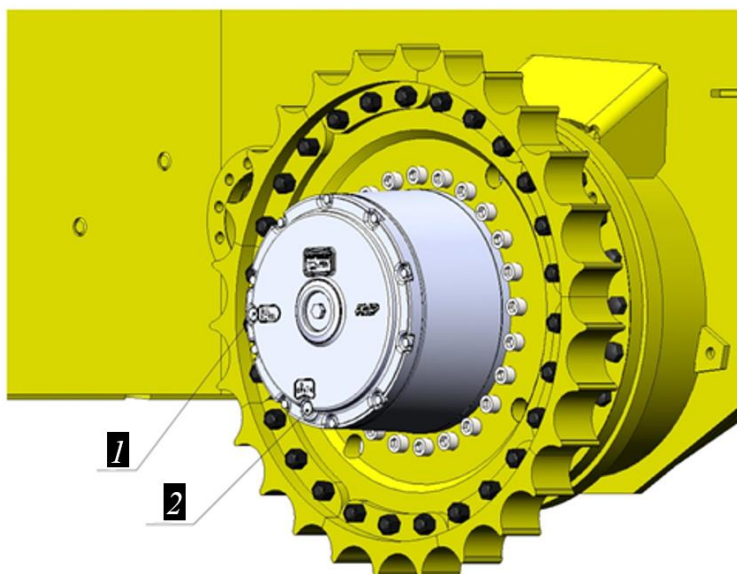

Рисунок 3.119. Процедура Проверки уровня масла в бортовом редукторе
- ☐ Пробка для слива масла 2 расположена в самой нижней точке, рис. 3.119. Двигая машину вперед и назад обеспечьте требуемое положение редуктора).
- ▶ Очистить поверхность редуктора в месте расположения пробки 1 для заправки маслом от загрязнений см. рис. 3.119.
- ▶ Отвернуть пробку 1 для заправки маслом рис. 3.119.